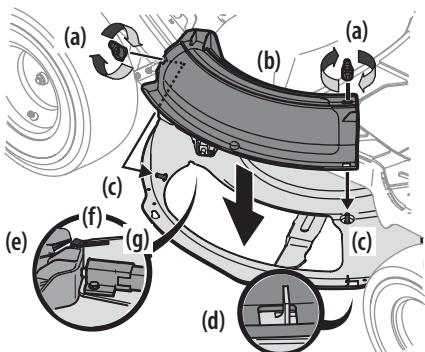

Figura 12
- Extraiga las perillas de aleta (a) que se instalaron en la plataforma de corte y consérvelas para colocarlas posteriormente. Consulte la Figura 12.
- Coloque el adaptador para abono (b) en la abertura de descarga de la plataforma. Los espárragos (c) en la superficie de la plataforma calzarán en los orificios de la parte superior del adaptador para abono (b). La pequeña lengüeta (d) del borde de la plataforma calzará en el recorte cuadrado de la parte inferior del adaptador para abono (b). Consulte la Figura 12.